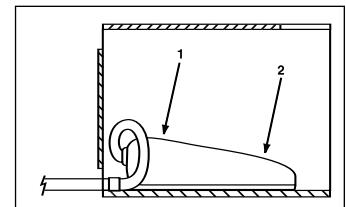

Abb.9
5.6 Alle Ventile mit Fussschalter (siehe Abb. 9)